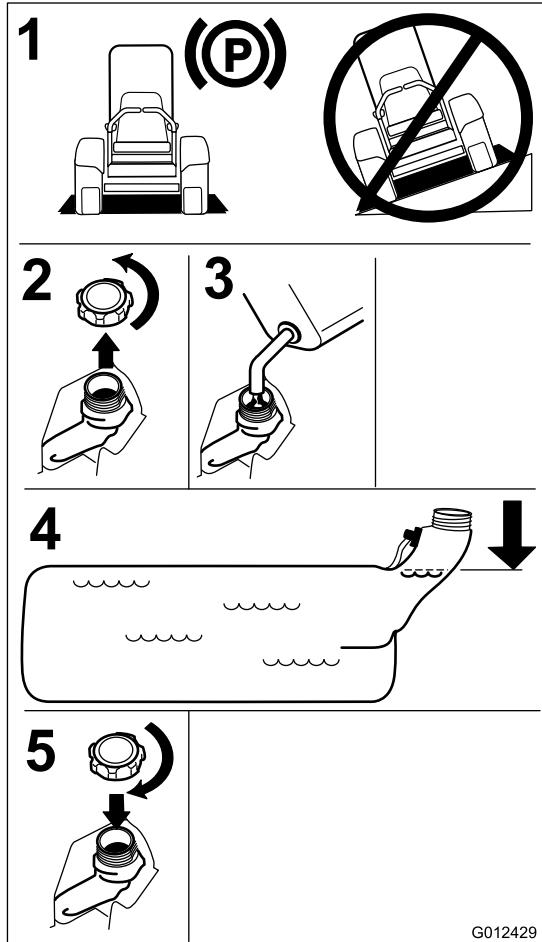

Figure 7
- Nettoyez la surface autour du bouchon du réservoir de carburant et enlevez le bouchon. Versez de l'essence ordinaire sans plomb dans le réservoir de carburant jusqu'à ce que le niveau se situe entre 6 et 13 mm (0,25 et 0,50 po) en dessous de la base du goulot de remplissage. L'espace au-dessus doit rester vide pour permettre à l'essence de se dilater. Ne remplissez pas complètement le réservoir de carburant; voir Figure 7.**